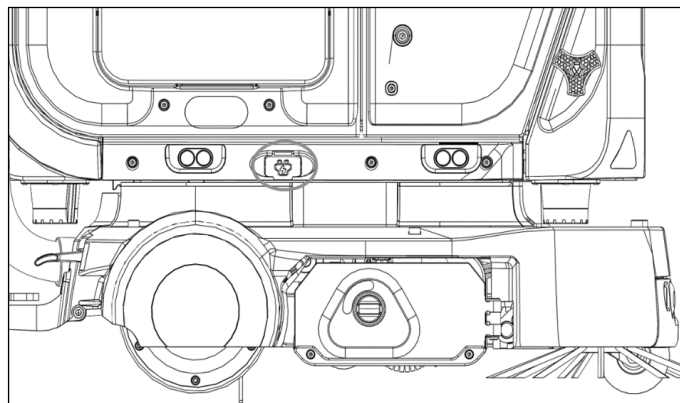
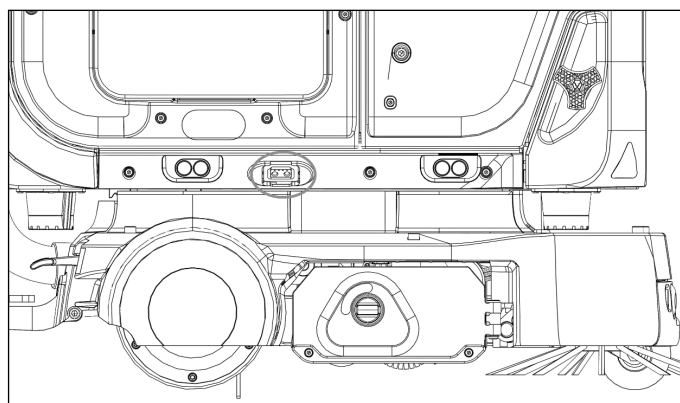

Abbildung 56
Abbildung 57
1. Heben Sie die Gummiabdeckung des manuellen Ladeanschlusses (**Abb. 56**), (**Abb. 57**) an.